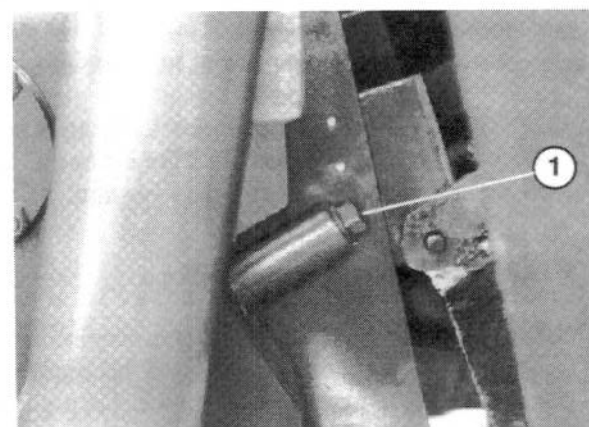

Figure 2
1. A l'avant de l'aérateur, enlever les (2) bouchons des orifices des boîtiers (Fig. 2).